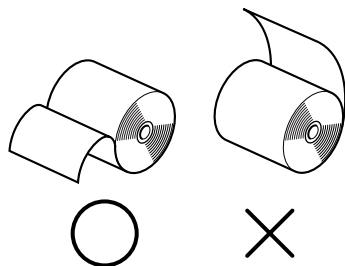

**Fig. 5-5 Inserimento della carta**
- ④ Osservando l'orientamento del rotolo, collocare il rotolo di carta nel vano come mostrato in Fig.5-5.
- ⑤ Inserire il bordo della carta nell'alimentatore della carta (parte di plastica nera). Se è inserito correttamente, il bordo della carta passa attraverso l'uscita della carta.
- ⑥ Inserire l'estremità superiore della carta nella fessura della barra di strappo e quindi montare il coperchio con il procedimento inverso di quello usato per aprire il coperchio al punto ① sopra.